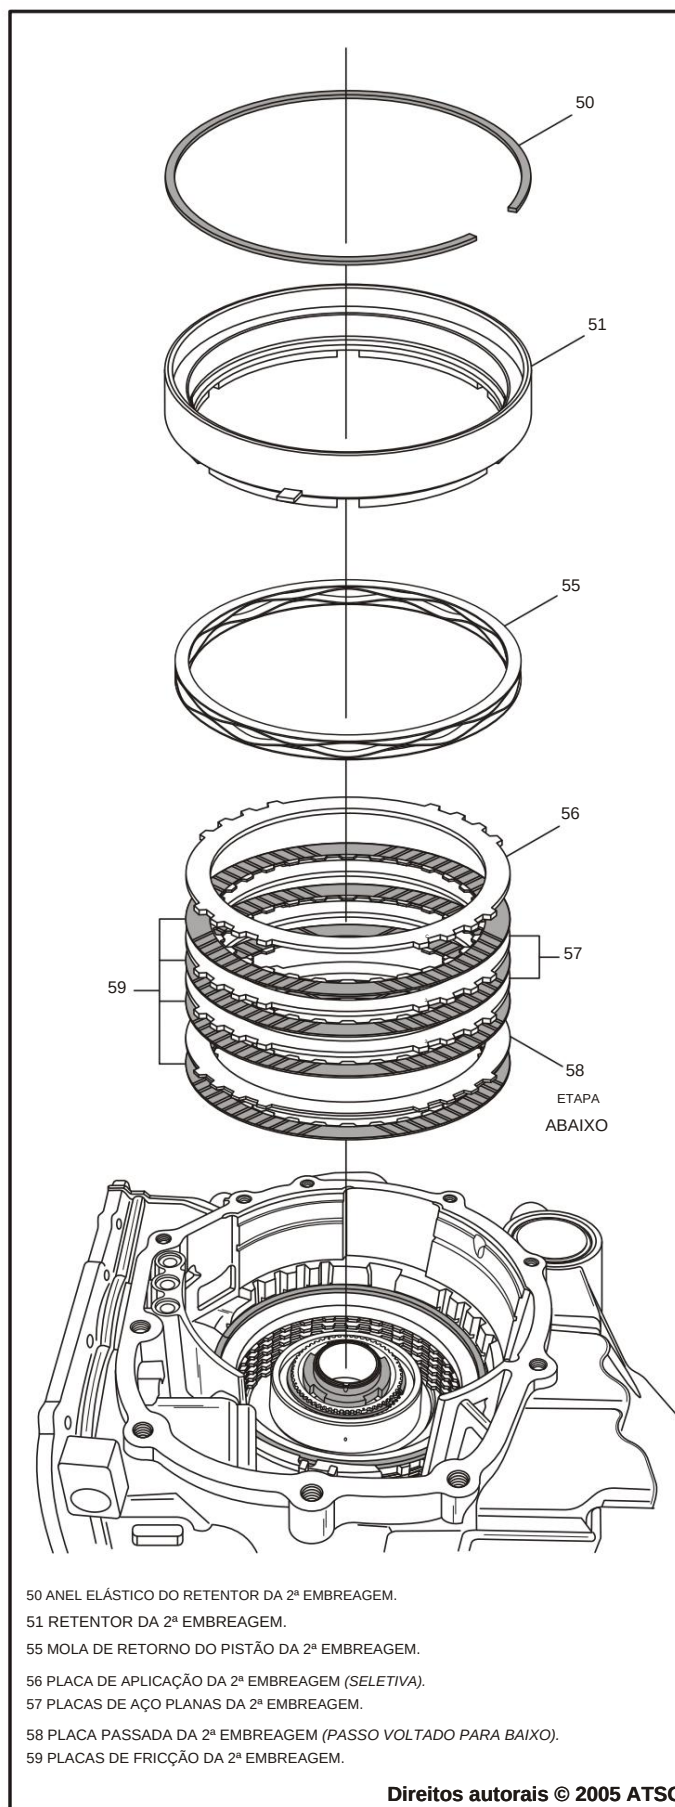

Figura 178
50. Instale as 2ª placas da embreagem, começando com uma fricção, seguida pela placa escalonada com o degrau voltado para baixo, seguida pelas fricções e aços e, finalmente, a placa seletiva, retentor do pistão e anel elástico. (Ver Figura 178).
54. Agora, remova o conjunto completo da 2ª embreagem usando a Figura 178 como guia.